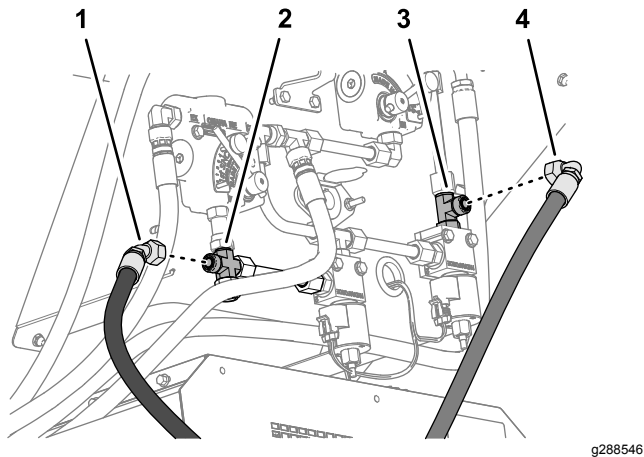
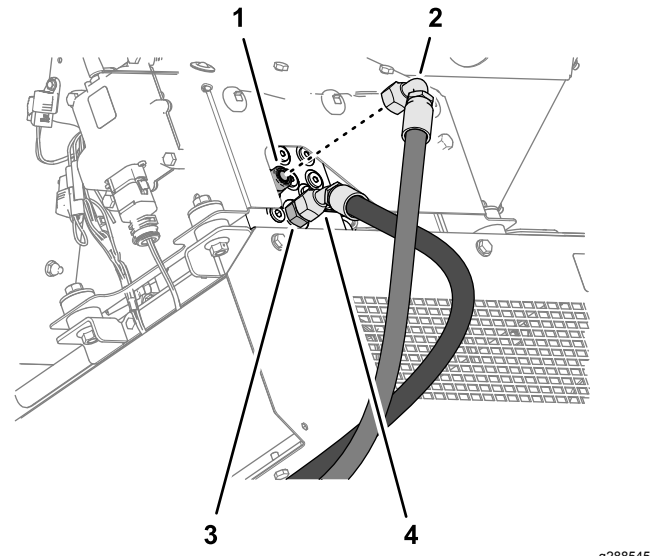

図 19
図 21
2. 戻りホース矢印デカルが貼り付けてあるの 90° フィッティングを、T 字フィッティングに取り付ける 図 19。
3. 圧力側油圧ホースの 45° フィッティングを、クロスユニオンフィッティングに仮止めする 図 19。
2. 圧力側油圧ホースの 45° フィッティングを、ポート P のユニオンフィッティングに仮止めする 図 21。
3. 戻り側油圧ホース矢印デカルが貼り付けてあるの 90° フィッティングを、油圧マニホルドのポート T に取り付ける 図 21。
6. 戻り川油圧ホースの 90° フィッティングと圧力側油圧ホースの 45° フィッティングを本締めする 図 19 または 図 21 を参照。